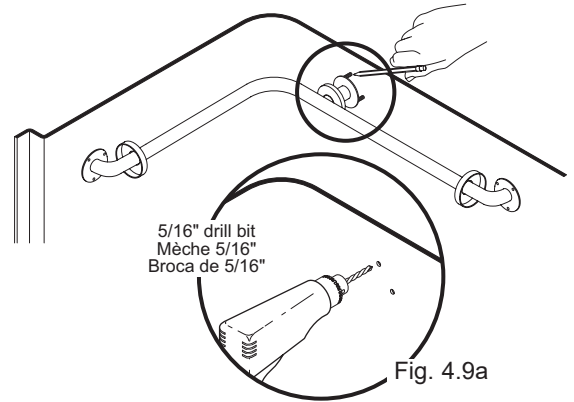

Fig. 4.9
- Position the bar at the desired height. Mark the position of the bolts located on the centre flange on the unit surface. Fig. 4.9.
- Positionner la barre à la hauteur voulue. Marquer sur la surface de l'unité, la position des boulons situés sur la bride du centre. Fig. 4.9.
- Colocar la barra en el lugar deseado sobre la unidad. Marcar la posición de los agujeros situados en cada una de las bridas de la barra de soporte. Fig. 4.9.